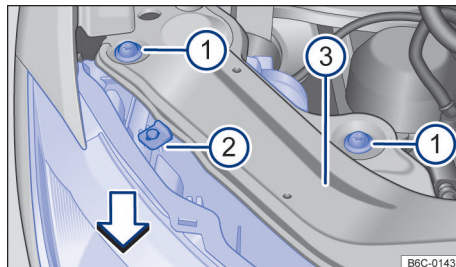

Fig. 164 En el compartimento del motor: tornillos de fijación del faro delantero.
- Quitar los tornillos de fijación → fig. 164  con ayuda de una llave torx.
- Mover el faro hacia delante, en la dirección de la flecha → fig. 164, hasta que los dos clics de la parte inferior se desacoplen y permitan retirar el faro.
- Volver a colocar el faro con cuidado hasta que los dos clips inferiores encajen y el tope superior → fig. 164  apoye en el soporte del faro .
- Presionar el farol contra el tope central superior ② y apretar los tornillos ① con la llave torx.